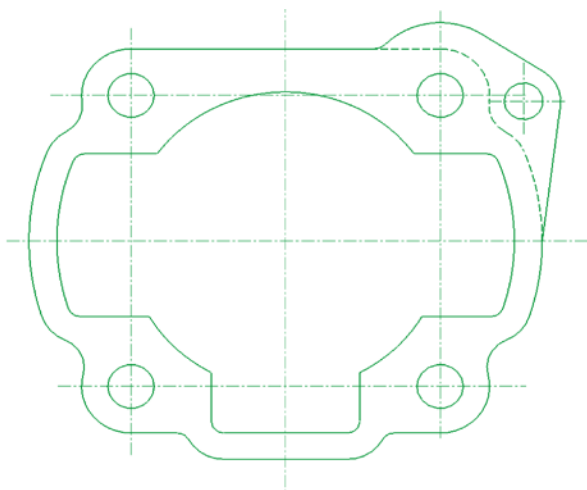

Fig. 1 - Cortar .a lo largo de la línea punteada.
10. Montar uno de los dos seguros del bulón (6) en el pistón (2). Lubricar los alojamientos del segmento y montar los segmentos (3/4) con mucho cuidado.
11. Montar el pistón (2) controlando que la flecha en la parte superior esté dirigida hacia la luz de escape del cilindro. Desde el lado en que no se ha montado el seguro, montar el pistón (5) bien lubricado.
12. Montar el segundo seguro del bulón (6) asegurándose de que ambos seguros se encuentren perfectamente colocados en sus alojamientos.
13. Introducir la junta base cilindro (9) tras haberla extraído como en Fig. 1.